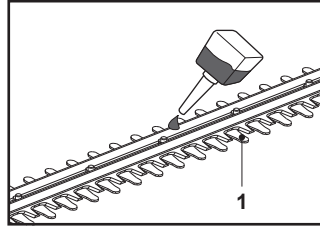

Fig. 11
10. Si el dispositivo de corte (hoja) (1) se sobrecalienta durante su uso, lubrique las superficies interiores de la hoja (Fig. 11).